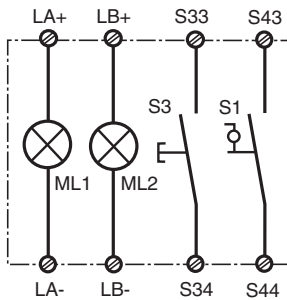
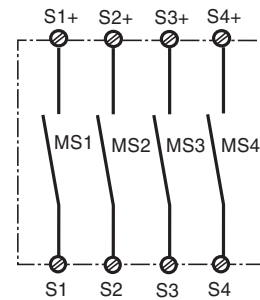
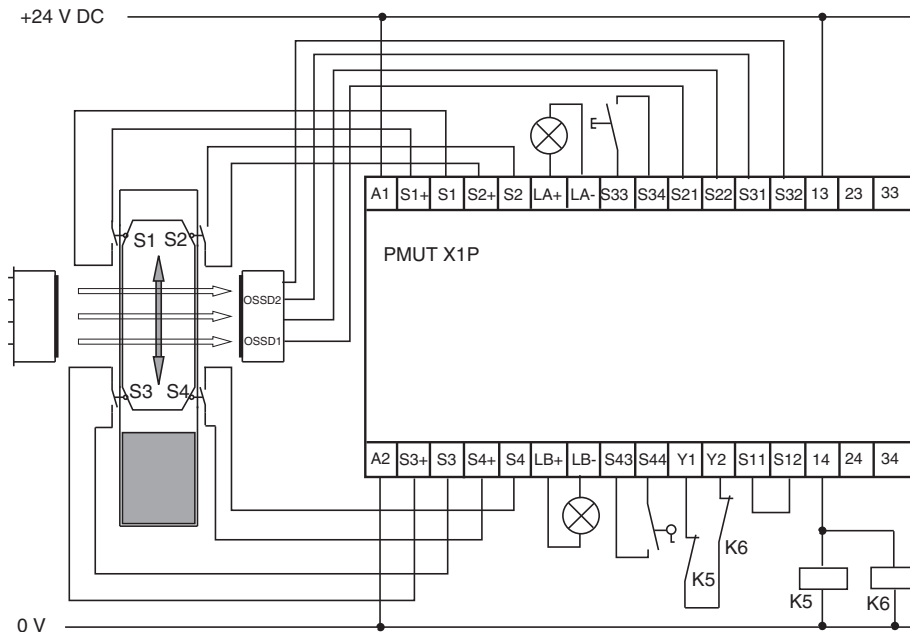

Fig. 7: Start-, Schlüsseltaster und Muting-Lampen/Start button, key switch and muting lamps/Poussoir de réarmement, contacteur à clé et lampes muting
Fig. 9: Muting-Sensoren mit Kontakten/Muting sensors with contacts/Capteurs muting avec contacts
Fig. 15: Anwendungsbeispiel/Application example/Exemple d'application
- Muting-Sensor mit Ausgangskontakt: 24 V DC für Muting-Sensor MS1 an S1+ anschließen, entsprechend für Muting-Sensor MS2 an S2+ - usw. Die Klemmen S1-, S2-, S3- und S4- bleiben unbeschaltet. Ausgang des Muting-Sensors MS1 an S1, des Muting-Sensors MS2 an S2 usw. anschließen (siehe Fig. 9).
- Muting sensor with output contact: Connect 24 VDC for muting sensor MS1 to S1+, and for muting sensor MS2 to S2+ - etc. Terminals S1-, S2-, S3- and S4- remain unconnected. Connect the output from muting sensor MS1 to S1, and from muting sensor MS2 to S2 etc. (see Fig. 9).
- Capteur muting avec contact de sortie : Branchez l'alimentation 24 V DC du capteur MS1 sur S1+, celle du capteur MS2 sur S2+ et ainsi de suite. Les bornes S1-, S2-, S3- et S4- ne sont pas utilisées. Raccordez la sortie du capteur MS1 sur S1, celle du capteur MS2 sur S2, etc. (cf. fig. 9).
Fig. 7 ... Fig. 9 zeigt den Anschluss der Start- und Schlüsseltaster, der Muting-Lampen und der Muting-Sensoren. Fig. 10 ... 12 zeigt den Anschluss der BWS an die Muting-Steuerung. Fig. 15 zeigt ein Anwendungsbeispiel.
Fig. 7 ... Fig. 9 shows the connection of the start button, key switch, muting lamps and muting sensors. Figs. 10 ... 12 show the connection of the ESPE to the muting controller. Fig. 15 shows an application example.
Les figures 7 à 9 illustrent le raccordement du poussoir de réarmement, du contacteur à clé, des lampes et des capteurs muting. Les figures 10 à 12 représentent le branchement de l'ESPE sur la commande muting. La figure 15 vous montre un exemple d'application.